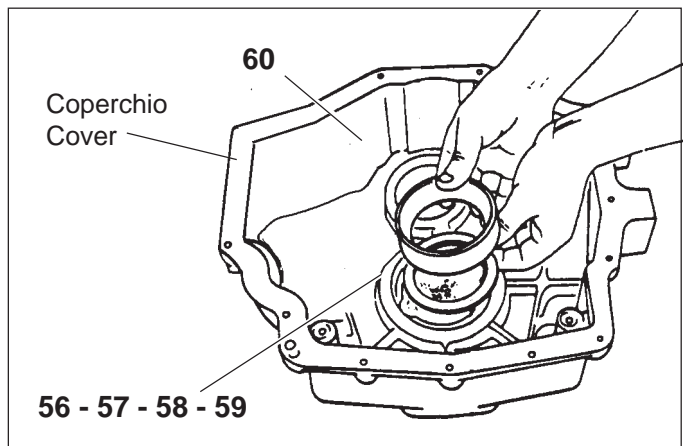

Fig. 32
- 3) Montare gli spessori (56-57-58-59) relativi all'asse di uscita nel coperchio, e con l'attrezzo (15751990120), montare poi la coppa del cuscinetto (60) (Fig. 32).
- 3) Fit the shims (56-57-58-59) of the output shaft on the half casing and using tool (15751990120) drive outer race bearing (60) (Fig. 32).